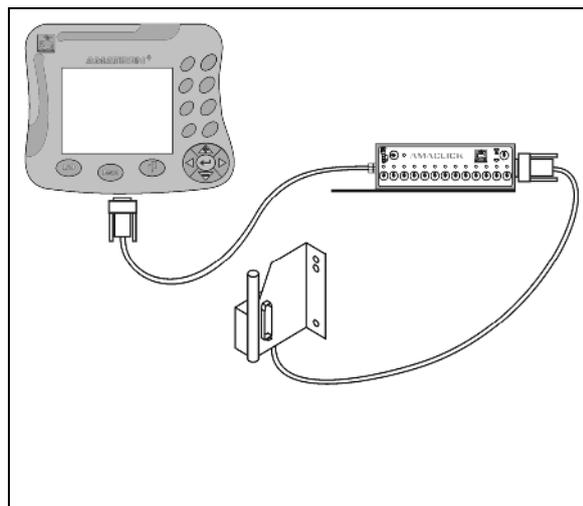

Рис. 135
- без джойстика в соответствии с Рис. 135.